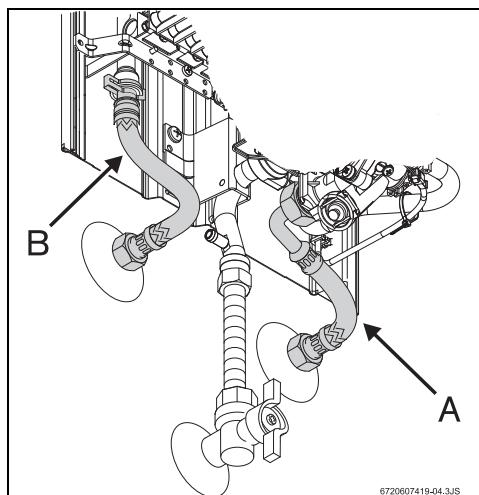

Рис. 10 Подключение водопровода
- Следить за тем, чтобы при подключении не перепутать место подсоединения водопровода холодной воды (рис. 10, поз. А - не поставляется с оборудованием) с местом подсоединения водопровода горячей воды (рис. 10, поз. В).